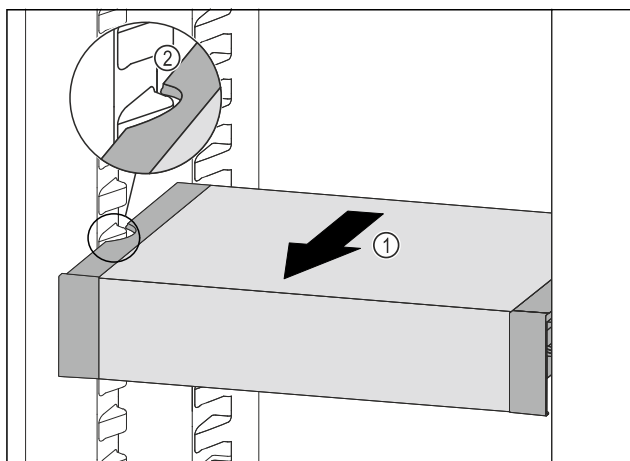

Fig. 82
- ▶ Вытягивайте VarioSafe вперед Fig. 82 (1), пока боковые выемки VarioSafe не окажутся на высоте выступа резервуара в холодильном отделении. Fig. 82 (2)